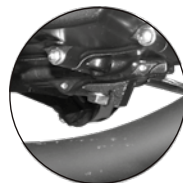

Imagen 16. Ubicación del tornillo de drenado.
5. Quitar el tornillo de drenado, ubicado debajo del motor, girándolo en el sentido contrario a las manecillas del reloj (ver imagen 16).